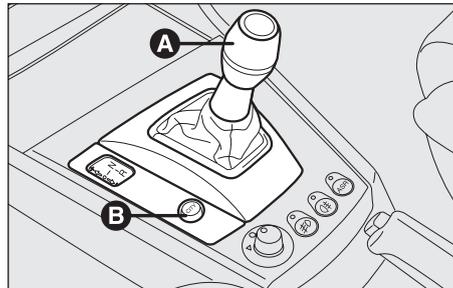

Abb. 130
- den Schalthebel auf der Mittelkonsole (**A, Abb. 130**);
Die **MANUELLE** Betriebsweise wird eingeschaltet wenn bei eingestellter **CITY**-Betriebsweise erneut die Taste **CITY** (**B, Abb. 130**) betätigt wird, unter Ausschluss der zuvor eingestellten Betriebsart.